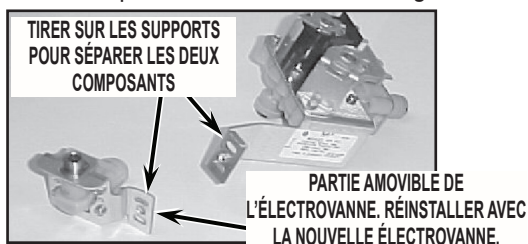

FIGURE 2 : SÉPARATION DE LA PARTIE AMOVIBLE DE L'ÉLECTROVANNE.
5. Préparer la nouvelle électrovanne : séparer la partie amovible du corps de l'électrovanne d'origine. La partie amovible s'enlève en la tirant du corps de l'électrovanne. Voir *Figure 2*.